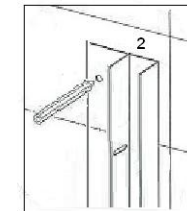

Рис.4
9. Установите душевое ограждение в проем, отрегулируйте его по ширине проема за счет пристенных профилей. Пристенные профили /2/ позволяют скрыть небольшую неровность стен. Через отверстия на пристенных профилях прикрепите их /2/ к стене (рис.4).